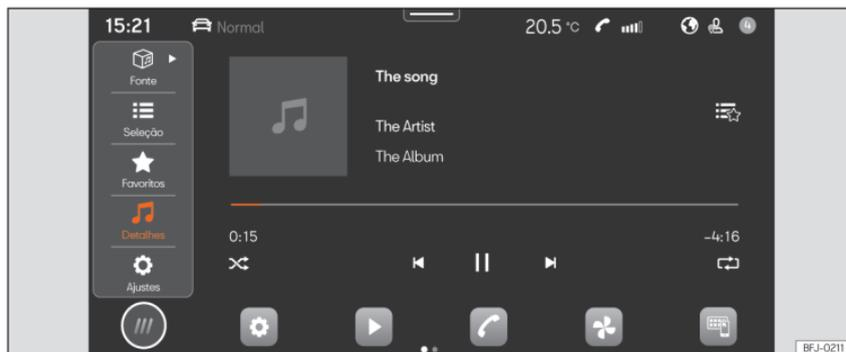

Fig. 156 Esquema: Vista Multimédia
- Pressione **HOME** > ► >>> Fig. 156.